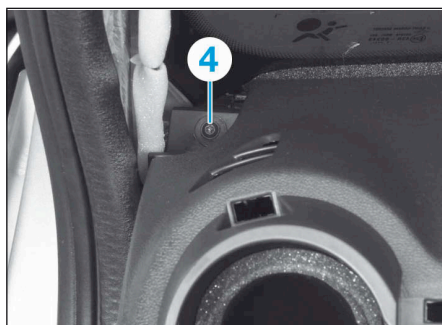

FIG.14
- Déposer la vis (4) (Fig.14).